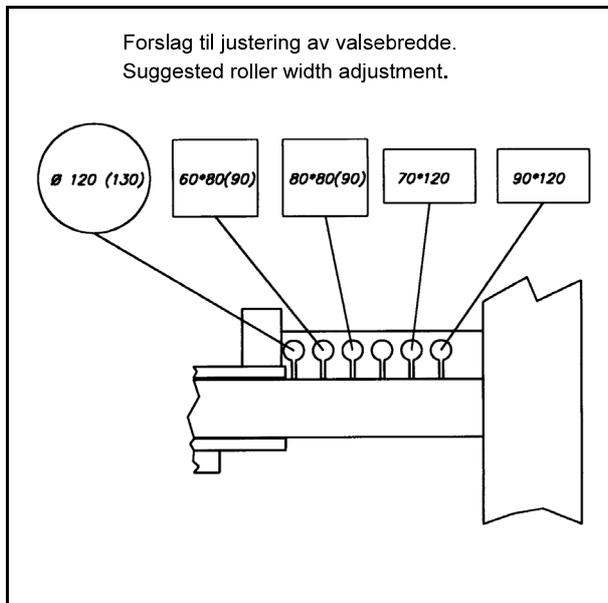

Bild 9-1
- c) Mitunter ist während des Wickelvorganges die Regulierung des Walzenabstandes erforderlich. Dies ist vor allem bei der Verpackung schlecht geformter und locker gepreßter Ballen nötig. Falls der Ballen unzureichend rotiert, wird der Walzenabstand durch die Betätigung der Taste **“WALZEN AUS”** oder **“WALZEN EIN”** auf der Steuereinheit reguliert. Die Regulierung des Walzenabstandes kann während des Verpackungsvorgangs vorgenommen werden. Vorschlag zur einstellung der Walzen (Sie bild 9-1)